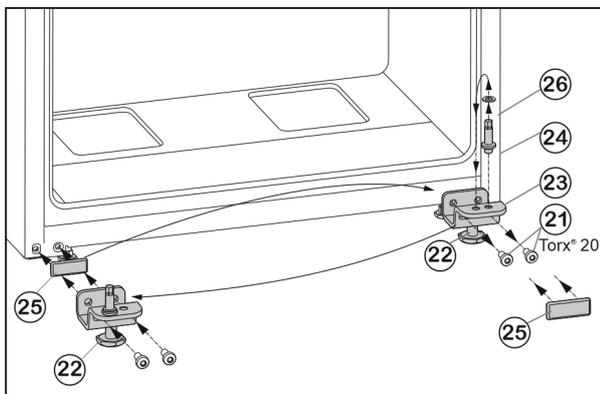

Fig. 7
- ▶ Vyskrutkujte upevňovacie skrutky Fig. 7 (21).
- ▶ Kompletnú ložiskovú konzolu dole Fig. 7 (23) odoberte spolu s ložiskovým čapom Fig. 7 (24), podložkou Fig. 7 (26) a nastaviteľnou nohou Fig. 7 (22).
- ▶ Ložiskový čap Fig. 7 (24) kompletne spolu s podložkou Fig. 7 (26) vyskrutkujte, premiestnite ho do protiláhého otvoru uloženia ložiskovej konzoly a znovu ho pevne priskrutkujte.
- ▶ Opatrne odnímate kryt Fig. 7 (25) a premiestnite ho na opačnú stranu.
- ▶ Ložiskovú konzolu dole Fig. 7 (23) kompletne spolu s ložiskovým čapom Fig. 7 (24), podložkou Fig. 7 (26) a nastaviteľnou nohou Fig. 7 (22) znovu naskrutkujte na novú stranu závesu, príp. ju znovu pomocou akumulátorového skrutkovača **pevne utiahnite (4 Nm)**.
- ▶ Spodné dvere nasadte zhora na ložiskový čap Fig. 7 (24).
- ▶ Ložiskovú konzolu v strede (13) otočenú o 180° nasadte do spodných dverí a pomocou upevňovacích skrutiek (11) (2x Torx® 20) ju znovu pevne naskrutkujte na novú stranu závesu (4 Nm).
- ▶ Opäť nasadte plastovú podložku (10).
- ▶ Vytočte nastaviteľnú nohu Fig. 7 (22) na ložiskovej konzole dole Fig. 7 (23), pokiaľ nedosadá na podlahu.